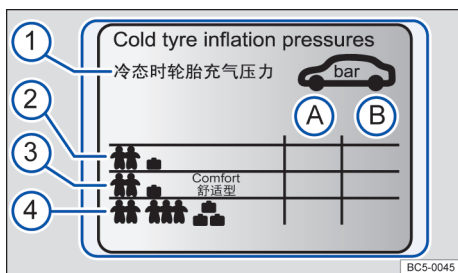

图 138 胎压标牌上的符号
标牌上的数据 → 图 138：
根据车型的不同，标签上可能标有舒适轮胎压力 → 图 138 ③。舒适轮胎压力可以提高行驶舒适性。以舒适轮胎压力行驶时，燃料消耗可能会升高。